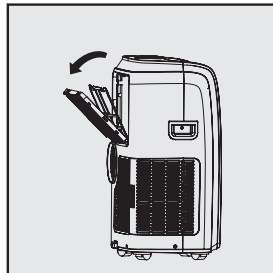

Рис. 11
1. Извлеките фильтры согласно рис.11–14.